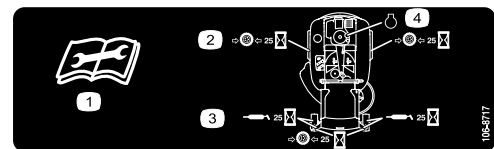

Figure 23
3. Nettoyez les graisseurs (Figure 22 et Figure 23) à l'aide d'un chiffon. Grattez la peinture qui pourrait se trouver sur les graisseurs.
4. Raccordez une pompe à graisse à chaque graisseur (Figure 22 et Figure 23). Injectez de la graisse dans les graisseurs jusqu'à ce qu'elle commence à sortir des roulements.